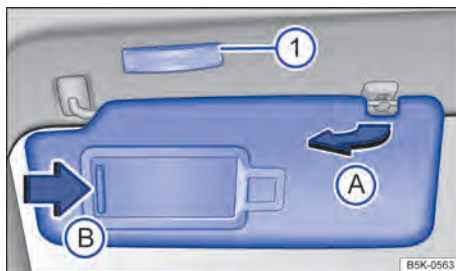

Fig. 86 Para-sol.
- Retirar o para-sol cuidadosamente do suporte segurando a base de fixação e virar na direção das portas → Fig. 86 **A**.
No para-sol rebatido para baixo encontra-se um espelho de cortesia atrás de uma cobertura. Ao abrir a cobertura → Fig. 86 **B** uma lanterna se acende **1**.